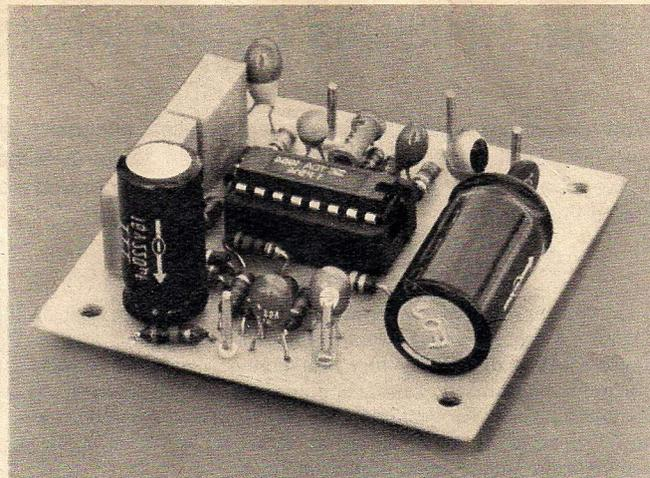
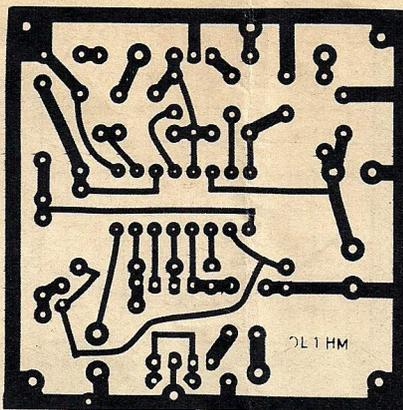
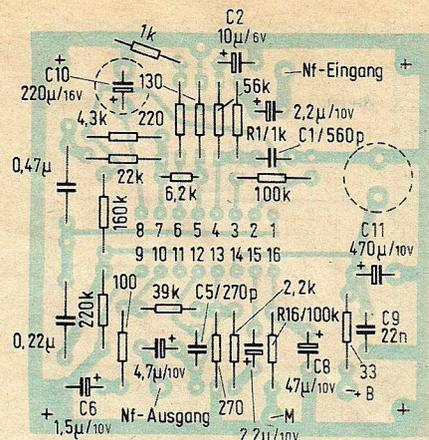

Bild 4. ►
Bild 5. Leiterplatte für den Mikrofonverstärker
Bild 6. Bestückungsplan der Leiterplatte
Die Verstärkungsregelung setzt bei einer Nf-Eingangsspannung von etwa 0,1 mV ein, dabei stellt sich am Verstärkerausgang (13) eine konstante Nf-Spannung von etwa 0,9 V_{eff} ein, die bei Erhöhung der Eingangsspannung langsam etwas ansteigt und bei 22 mV dann etwa 1,18 V_{eff} beträgt. Erst ab einer Eingangsspannung von 25 mV waren Verzerrungen auf dem Oszillografenbildschirm zu erkennen, so daß der Regelbereich bei dieser Schaltungsauslegung fast 50 dB beträgt. Da für den Nachbau des Mikrofonverstärkers mit Dynamikkompression (Bild 4) vor allem bei Funkamateuren großes Interesse bestehen dürfte, wurde eine Leiterplatte (Bild 5) entwickelt, deren Bestückungsplan das Bild 6 zeigt. Es sind Miniatur-Bauelemente zu verwenden: Widerstände 1/10 W Belastbarkeit, für die Kondensatoren C3 und C4 Wima MKS 63 V-, für C5 Styroflex- oder keramischer Scheibenkondensator. Bei einer Leiterplattengröße von nur 52,5 mm x 55 mm und bei 24 mm Bauelementehöhe dürfte sich